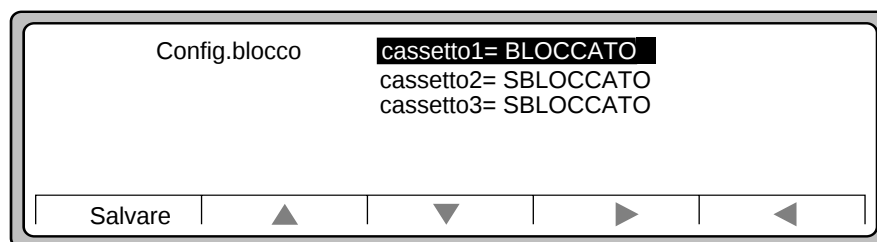

Figura 3-30 Cassetto1 bloccato
- Premere Selezio. Si torna allo schermo Config.blocco con cassetto1 bloccato (Figura 3-30).